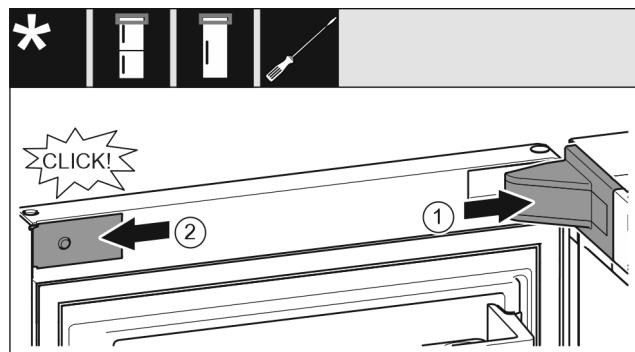

Fig. 21
- Uždékite atraminės gembės dengiamają plokštelię ir užfiksuokite, prieikus atsargai išspauskite. Fig. 21 (1)
- Uždékite ir užfiksuokite gaubtą. Fig. 21 (2)